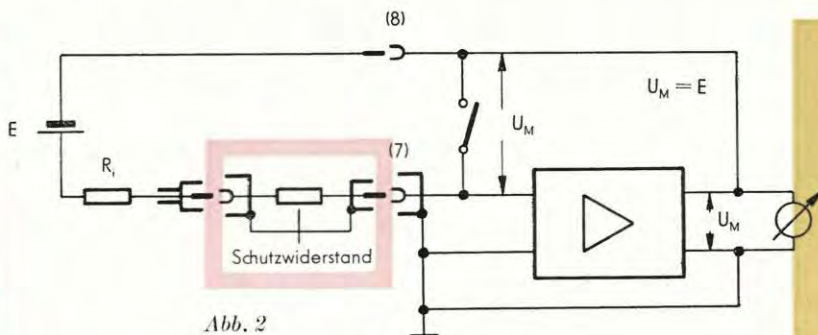

Abb. 2
Das Meßobjekt wird dann zwischen der Gegenkopplungsbuchse (8) und dem Eingangskontakt (7) angeschlossen (Abb. 2).